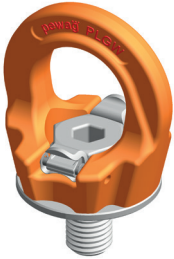

Bild 3: PLGW Supreme De-/Montage
- Zum Einschrauben des Anschlagpunktes klappen Sie die beiden Sperren hoch, so dass diese an den Seitenflächen der Schraube vollständig anliegen (Stellung ‚A‘ - siehe Bild 3). Die Sperren werden durch eine Feder in dieser Position gehalten.